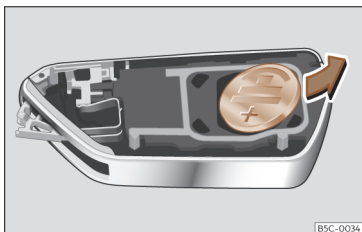

Fig. 67 Chave do veículo: remoção da pilha.
- Extraia a pilha do compartimento com um objeto fino adequado >>> Fig. 67.
- Coloque a pilha nova, pressionando-a no compartimento respetivo >>> ①.